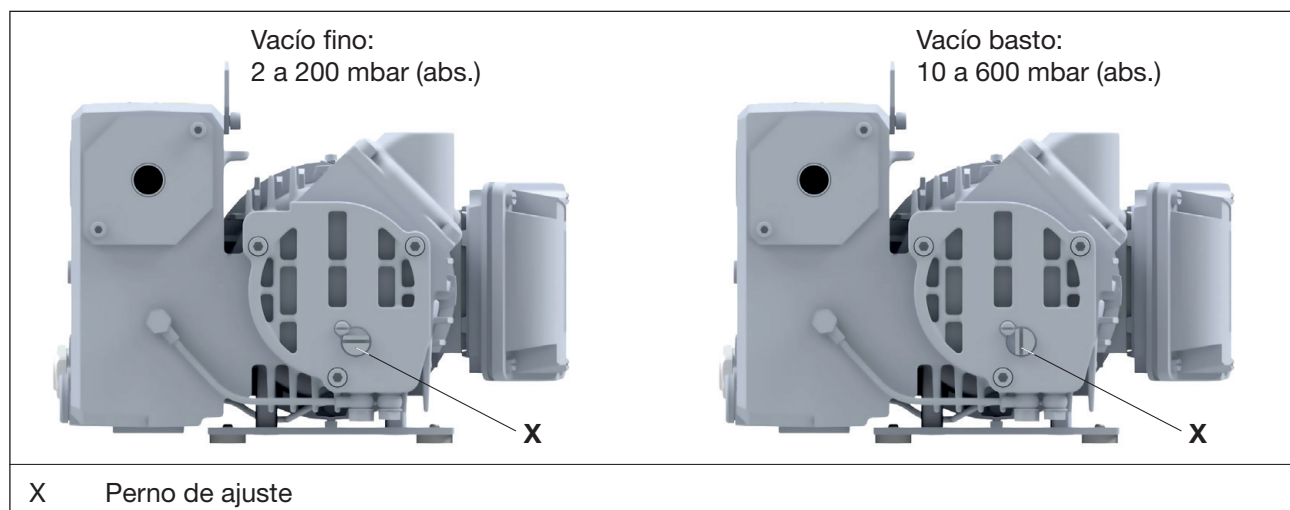

Fig. 5 Ajustar el margen de funcionamiento
- Girar el perno de ajuste (Fig. 5/X) en el sentido de las agujas del reloj (vacío fino) o en el sentido contrario (vacío basto) hasta el tope.